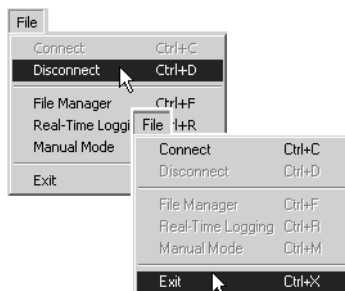

Figura 4-7. Haga clic en Disconnect y después en Exit
10. Continúe con otras operaciones o haga clic en **File ▶ Disconnect** y después en **File ▶ Exit** para salir del PC-CDU (Figura 4-7).